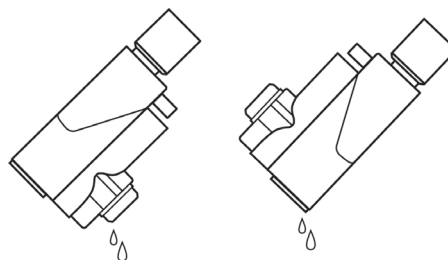

Figure 3. Positionnement du Module d'injection pour faciliter son séchage à l'air
7. Sortir le Module d'injection du contenant et laisser s'écouler l'excès d'alcool du connecteur électrique du module, des orifices et du conduit interne de l'injecteur (voir la Figure 3).
13. Sortir le Module d'injection du contenant d'eau ou d'alcool et laisser s'écouler l'excès de liquide du connecteur électrique du module, des orifices et du conduit interne de l'injecteur (voir la Figure 3).